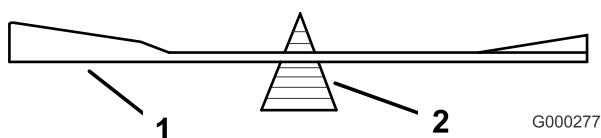

**Figura 92**
1. Utilice una lima para afilar el filo de corte en ambos extremos de la cuchilla (Figura 92).